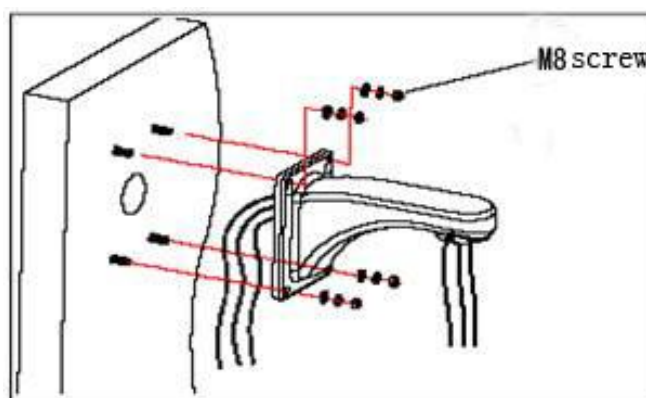

Fig 3
b. Come mostrato in fig. 3, fissate la staffa a parete passandovi attraverso i cavi.